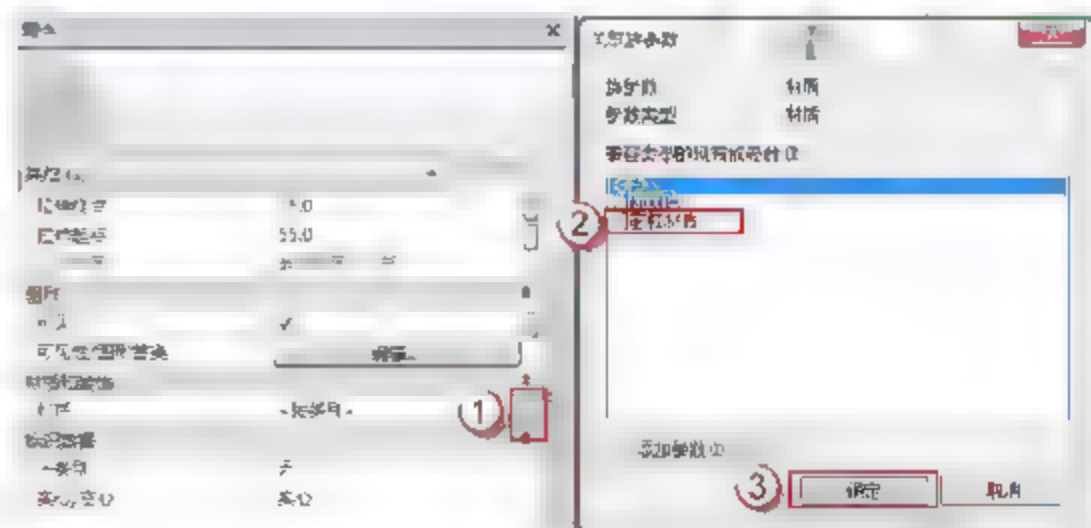

图 6.2.61 添加 FM1521 乙中部窗窗框材质
(21) 添加 FM1521 乙中部窗窗框材质。选择 FM1521 乙中部窗窗框，在 FM1521 乙中部窗窗框的“属性”面板中，单击“材质和装饰”栏“材质”右侧的空白按钮，弹出“关联族参数”对话框。单击“添加参数 (D)”按钮，弹出“参数属性”对话框，选择“共享参数”单击按钮，单击“确定”按钮，弹出“共享参数”对话框，在“参数组 (G)”中选择“门窗”选项，在“参数 (P)”中选择“门窗框材质”选项，单击“确定”按钮，如图 6.2.61 所示。快捷键 M 绘制另一个窗框。